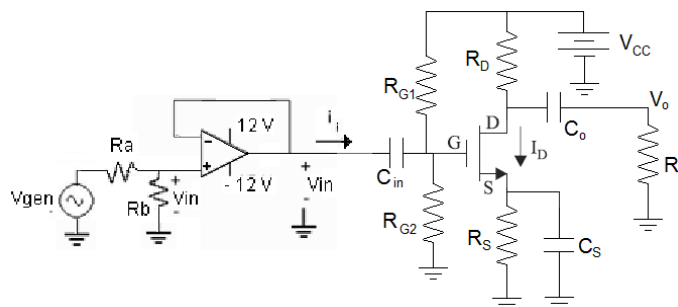

Figura 1
1.a Monte el circuito de la figura 1, con los componentes indicados proceda a realizar las mediciones DC y AC, y observaciones en osciloscopio.